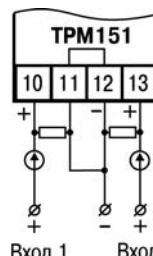

Рисунок 7.7 – Схема подключения активных датчиков типа "параметр-ток", "параметр-напряжение" и датчиков положения токового типа
- 2) Активные датчики с выходным сигналом в виде тока (0...5 мА, 0...20 мА или 4...20 мА), в том числе датчики положения токового типа, можно подключать к прибору только после установки внешнего шунтирующего резистора (см. рисунок Б.1 и рисунок 7.7). Резистор должен быть прецизионным (типа С2-29В, С5-25 и т.п., мощностью не менее 0,25 Вт, сопротивлением 100 Ом \pm 0,1 %) и высокостабильным во времени и по температуре (ТКС не хуже 25×10^{-6} 1/°C).